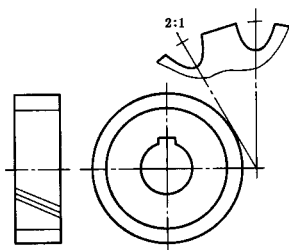
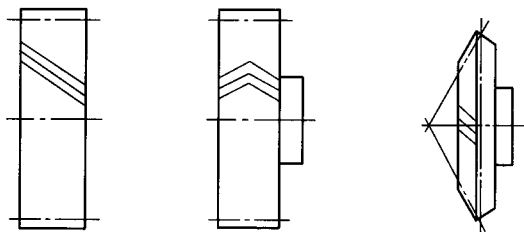

图6 圆弧齿轮画法
图8 齿线的表示法
3.5 当需要表示齿线的特征时,可用三条与齿线方向一致的细实线表示(图 6、图 8)。直齿则不需表示。
3.7 圆弧齿轮的画法见图 6。